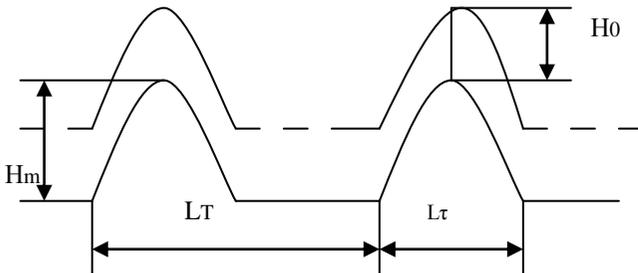

Рис.4.
- Используя галетный переключатель макета, открыть изображение выпрямленного сигнала (рис.4)
- Произвести измерение временных характеристик выпрямленного сигнала. Для этого сосчитать с переключателя "Время/дел." масштаб (чувствительность) по оси X (m_x) и определить по осциллограмме размах " $L\tau$ " и " $L\tau$ " (рис.4).